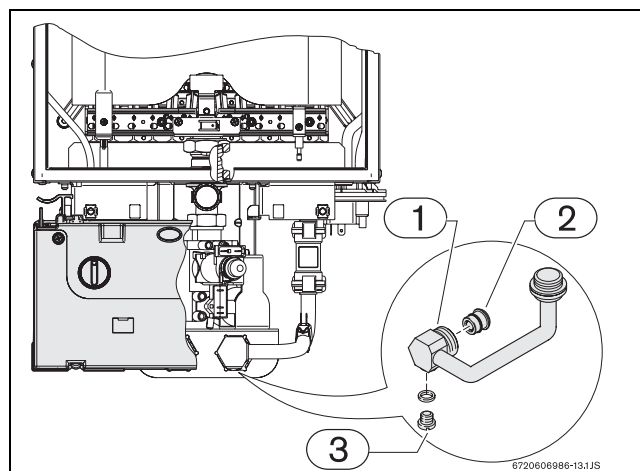

Fig. 7 Vis de vidange
- Desserrer la vis de vidange (→Fig. 7) située dans le tuyau d'entrée de l'eau.